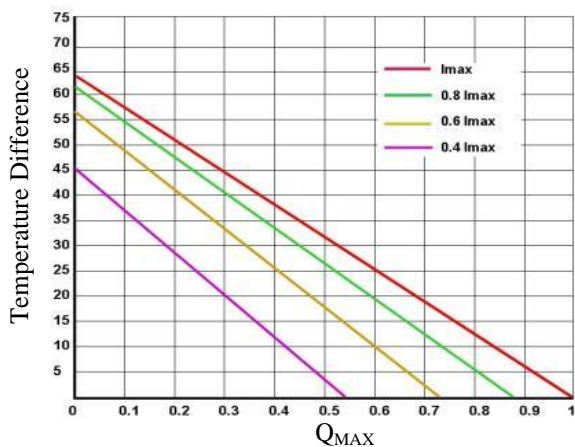
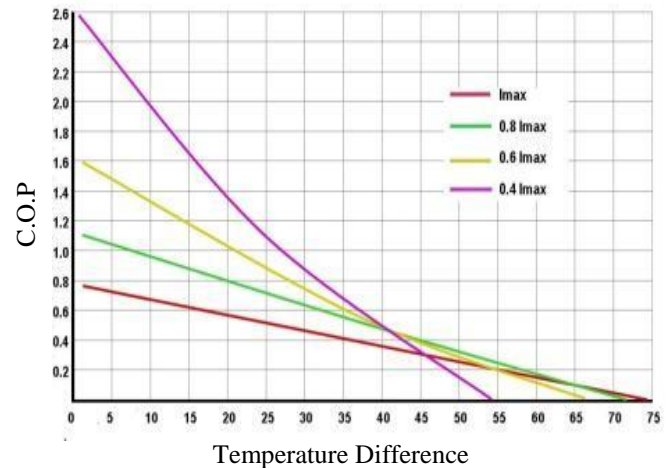

图2. DT 与  $Q_{MAX}$  的关系图
图9. C.O.P与DT的关系图
5. 用图 2 到图 9 中的图表来决定使用哪一种 TEC: 需要用散热片散多少热, 散热片的温度是多少, 等等。